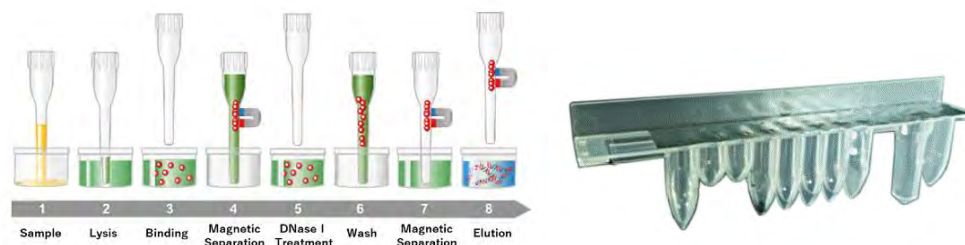

Figura 1-7: Princípio de extração de ARN e cassete de extração ELITE InGenius SP RNA
- O conjunto de reagente foi otimizado para o isolamento de ácidos nucleicos de amostras de 0,2 mL. (Figura 1-7: ELITE InGenius SP – cassete de extração de ARN e princípio de extração).